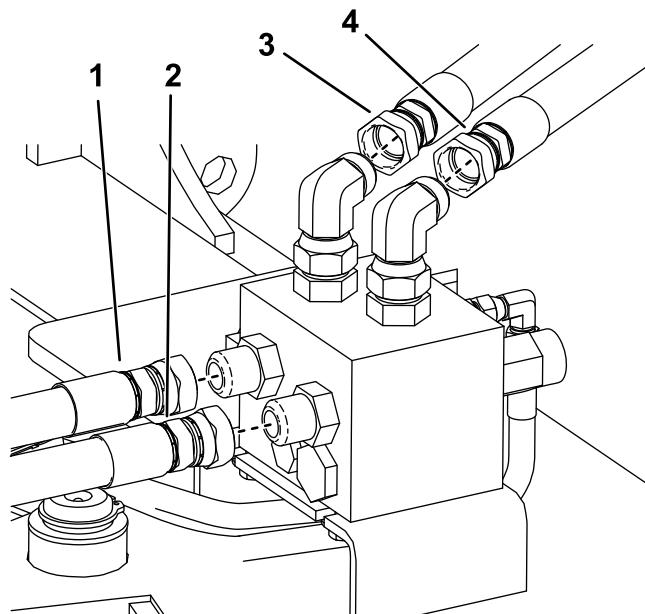

Рисунок 3
6. Подсоедините шланги навесного оборудования непосредственно к прямым штуцерам в задней части коллектора в сборе (Рисунок 3).
7. Снимите угловые штуцеры со шлангов механизированных грабель и подсоедините концы шлангов к угловым штуцерам в верхней части коллектора в сборе (Рисунок 3).